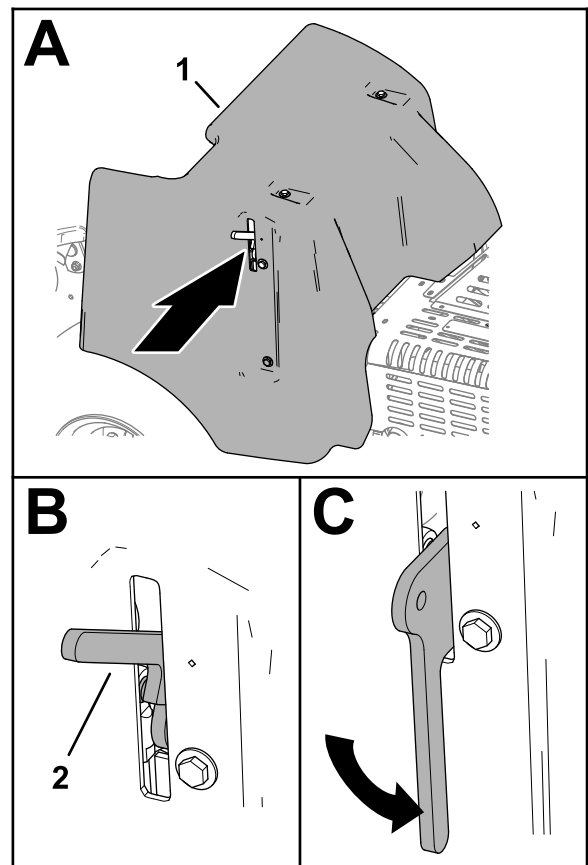

Bild 146
3. Senken Sie den Verriegelungsgriff vollständig ab, um die Abdeckung zu sichern (Bild 146).